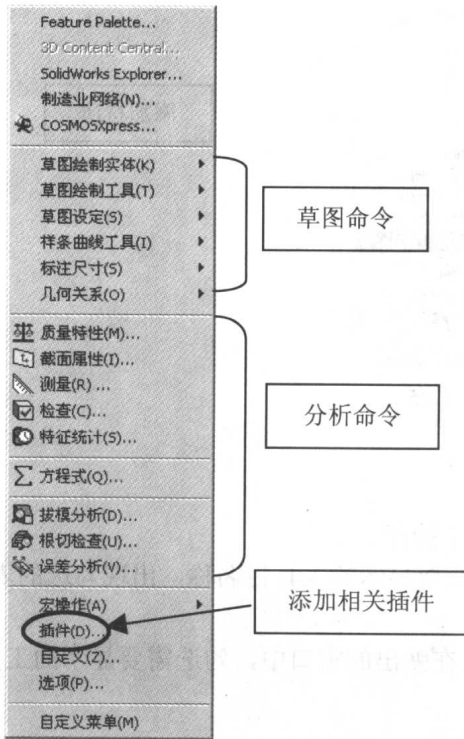

图 1-22
5. 工具：其中包含草图工具命令、标注命令以及各种分析命令，如图 1-22。